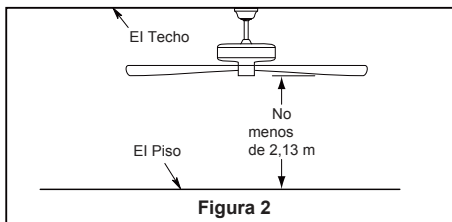

Figura 2
Uso de perfil profundo (Figura 2)
- ☐ 2. Retire el clip de horquilla y pasador de horquilla de la parte inferior de la bola para colgar. Retener el pasador y clip para la reinstalación en el paso 5. (Figura 2)
Debe colgar el ventilador a una distancia mínima de 2,13 m desde las aspas hasta el piso. (Figura 2)
Para evitar una posible descarga eléctrica, asegúrese de cortar la alimentación eléctrica de la caja de fusibles principal antes de alambra el ventilador. (Figura 2)
2. Coloque y ajuste firmemente la cubierta para el tornillo de la base sobre los tornillos de reborde de la abrazadera para colgar mediante el mecanismo de seguro por giro del chavetero. (Figura 2)
- ☐ 2. Instale la ensamble de la placa de iluminación en el soporte utilizando las dos ranuras principales de conexión. Vuelva a colocar el tercer tornillo y asegure los tres tronillos. (Figura 2)
- ☐ 2. Restaure la fuente de alimentación de la toma de corriente enciendi la electricidad del fusible principal. (Figura 2)